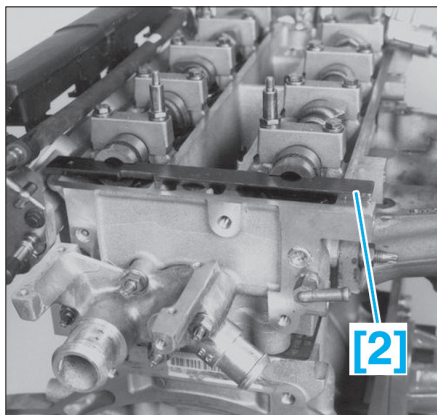

Fig. 12
- [2]. Outil d'alignement d'arbre à cames (ref. 303-376B) (Fig.12).
- Dans cette position, mettre en place l'outil [2] (Fig.12).
- Dans cette position, l'outil [2] doit pouvoir être introduit dans les arbres à cames sans forcer (Fig.12).